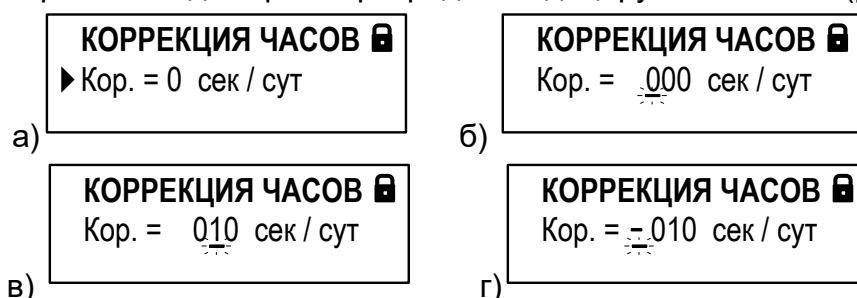

Рис.9. Вид окна индикации при вводе значения параметра поразрядно.
6.2.5.1. В соответствующем меню кнопками , выбрать нужный параметр, установив курсор ▶ слева от обозначения этого параметра (рис.9.а), и нажать кнопку . При этом появляется индикация курсора под старшим разрядом индицируемого числа (рис.9.б).
6.2.5.2. Кнопками , установить курсор под редактируемым значением разряда числа, а кнопками , установить требуемое значение для выбранного разряда (рис.9.в).
6.2.5.3. Чтобы установить перед числовым значением знак «минус», необходимо с помощью кнопки установить курсор в позицию перед старшим разрядом числа и нажать кнопку или (рис.9.г).